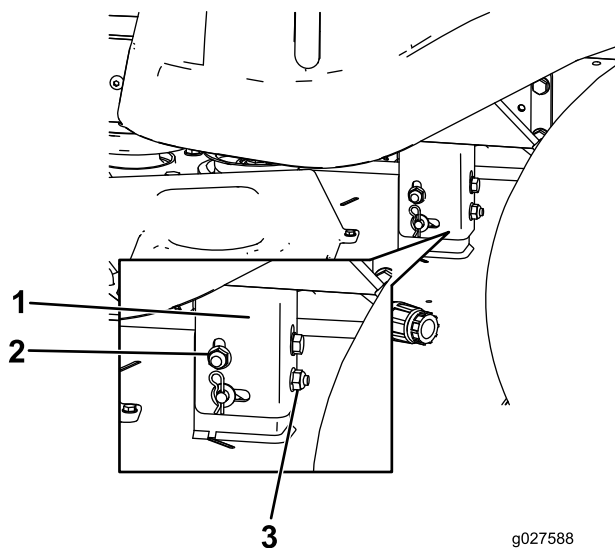

Figura 64
8. Alzate o abbassate il lato sinistro del piatto di taglio ruotando il dado posteriore (Figura 64).
Nota: Ruotate il dado posteriore in senso orario per alzare il piatto di taglio, in senso antiorario per abbassarlo. (Figura 64).